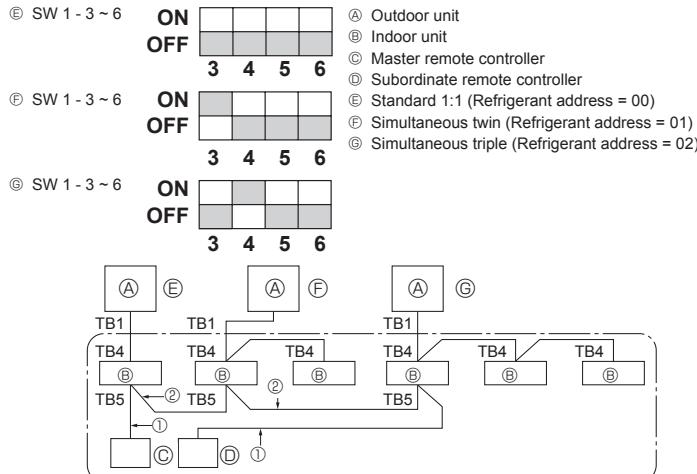

Fig. 9-1
9. System control (Fig. 9-1)
| 4. Installation der Kältemittelrohrleitung | 8 | 9. Kontrolle des Systems (Fig. 9-1)..... | 16 |